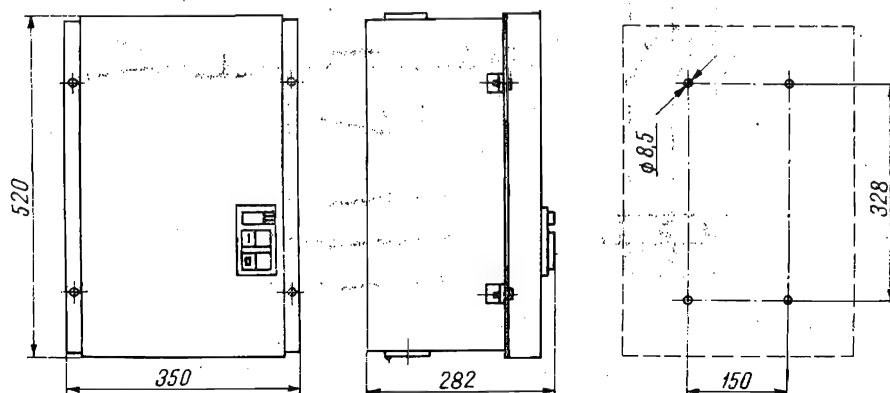

Fig. 5.37. Contactor cu rele în carcasă de metal 100 A cod 3235.
- cu carcasă din metal (fig. 5.37 și 5.38).